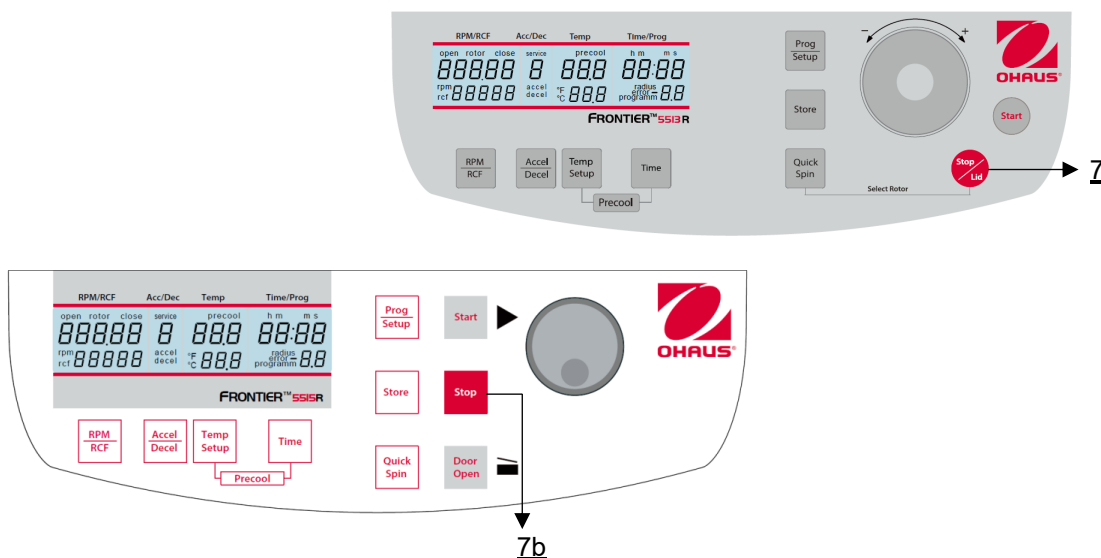

Abbildung 23
Mit der Taste **"Stop"** (7b) oder **"Stop/Deckel"** (7) (siehe **Abbildung 23**) können Sie den Lauf jederzeit unterbrechen. Nach Drücken der Taste verlangsamt die Zentrifuge mit der jeweils vorgewählten Intensität bis zum Stillstand.